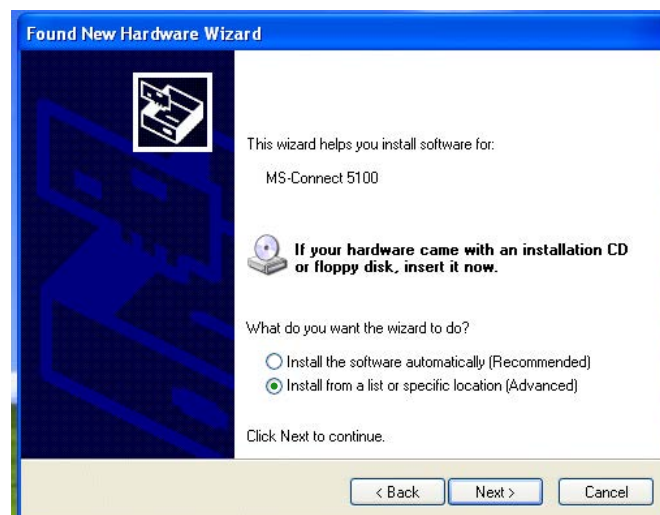

Рис. 15: Загрузка программного обеспечения из указанного места
3. На экране появится окно, изображенное на Рис. 15. Вставьте компакт-диск в устройство для чтения компакт-дисков компьютера. Установите переключатель «Install the software from a list or specific location» («Установка программного обеспечения из списка или указанного места») и нажмите кнопку «Next» («Далее»). Программа находится в папке C:\Program Files\Graco\GracoConfig\Device.